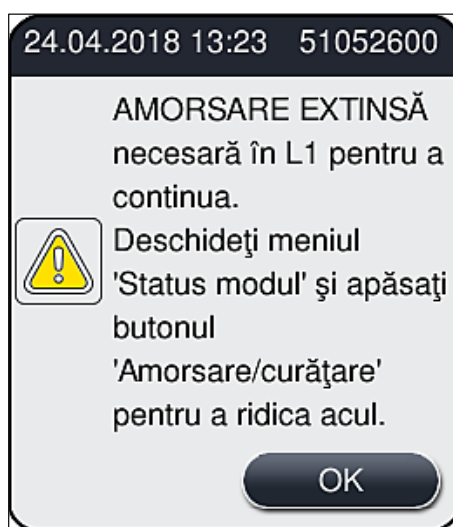

Fig. 100
2. Aveți în vedere mesajul de informare care urmează (→ Fig. 100) și confirmați-l cu butonul **OK**.